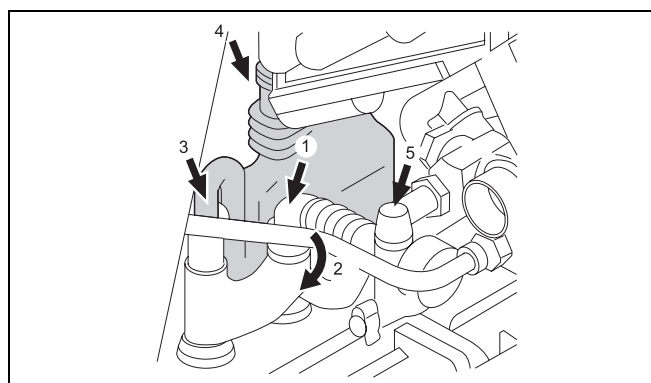

Fig. 35 Sifone
- Allentare verso l'alto la tubazione di scarico della valvola di sicurezza dal giunto (fig. 35, pos. 1).
- Togliere il giunto svitandolo verso sinistra (fig. 35, pos. 2).
- Togliere la valvola di sicurezza svitandola verso sinistra (fig. 35, pos. 5).
- Estrarre il sifone dalla piastra raccolta condensa (fig. 35, pos. 4).
- Separare il sifone dal giunto (fig. 35, pos. 3) e toglierlo.